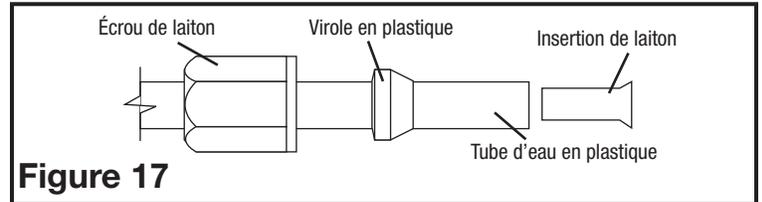

Figure 17
2. Préparez l'extrémité de la tubulure de 1/4 po pour le raccordement d'eau à l'humidificateur. (Toute ferronnerie nécessaire est fournie dans la trousse de robinet-vanne à étrier dans l'ensemble d'installation) (Figure 17).